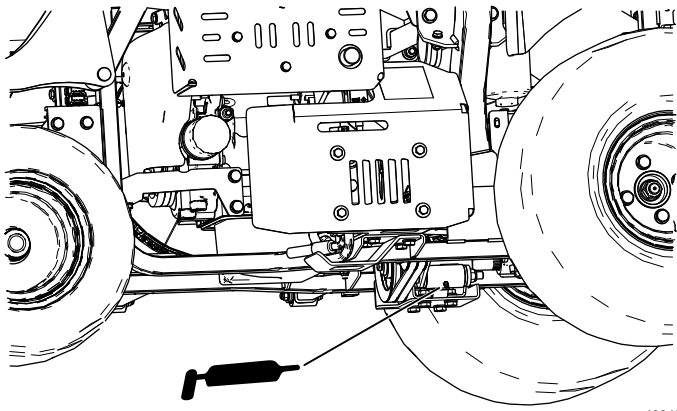

Figure 42
- Tendeur de transmission (Figure 42)